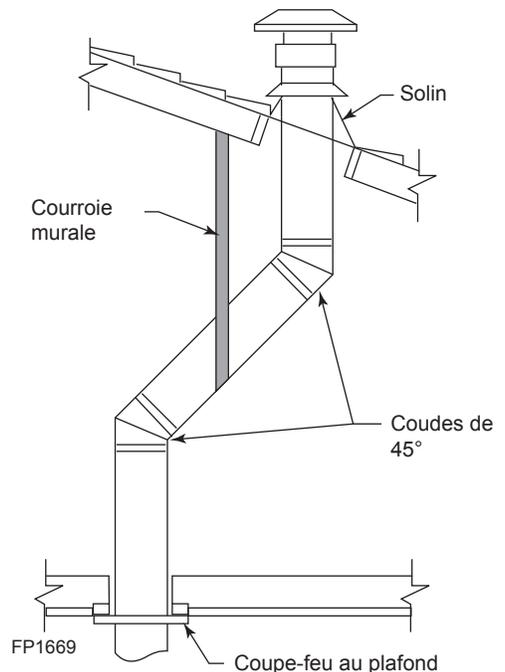

Figure 32 - Dévoiement avec courroie murale et coudes de 45°
1. Déterminez l'acheminement de la ventilation verticale. Si les solives du plafond, les chevrons de toit ou autre charpente obstrue le système de ventilation, optez pour un dévoiement. Reportez-vous à la Figure 32 pour prévenir la coupure de membres porteurs.
NOTA : Si un dévoiement est nécessaire pour éviter toute obstruction, le conduit de ventilation doit être soutenu à tous les trois (3) pieds. Utilisez des courroies murales pour ce soutien. Page 23, Figure 32. Lorsque possible, utilisez des coudes de 45 ° au lieu de coudes de 90 °. Le coude de 45 ° présente moins de restriction au niveau de la circulation des gaz de cheminée et de l'air d'admission.